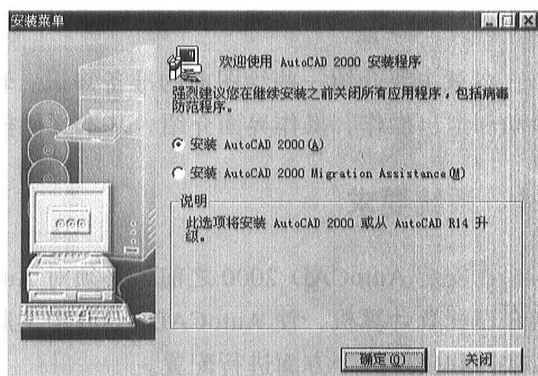

图 1-2
4) 用鼠标双击  的安装程序 Setup.exe，打开安装菜单对话框，显示欢迎使用 AutoCAD 2000 安装程序的标题，如图 1-2 所示。